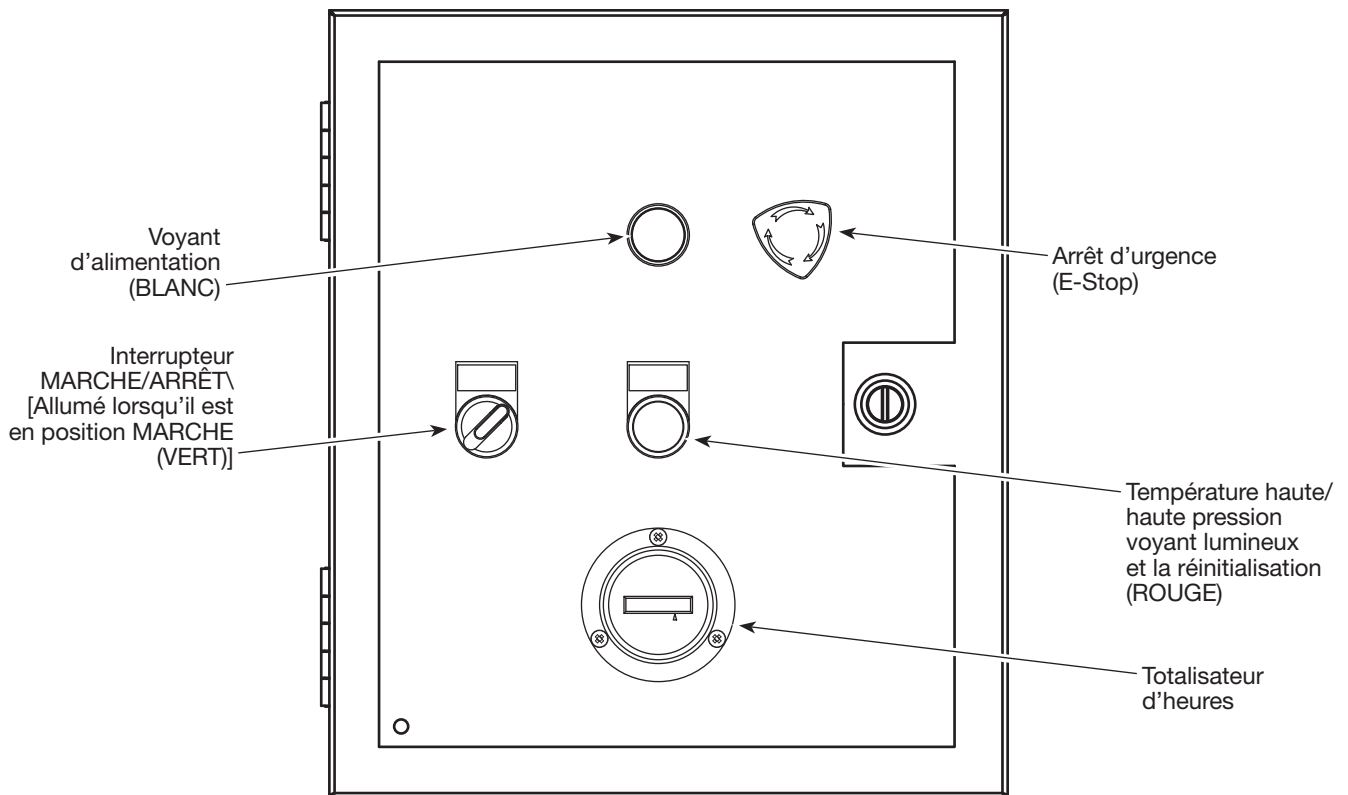

Figure 8 - Panneau de contrôle
5. Réinitialiser l'interrupteur E-Stop si nécessaire (voir la figure 8).